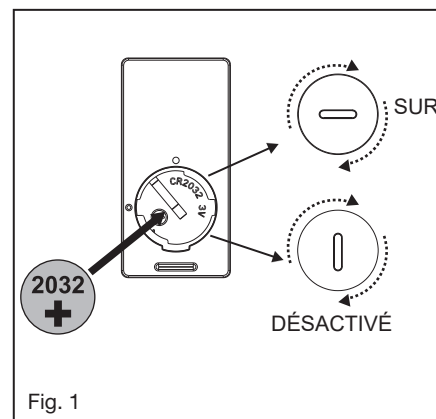

Fig. 1
- 1 Sélectionnez un emplacement souhaité. Utilisez la plaque murale pour marquer l'emplacement des trous de montage. Des ancrages muraux en plastique ou des vis de montage sont nécessaires pour cette application. (Fig. 1)
Votre moteur CC sans balais est équipé d'une télécommande de type à apprentissage automatique. Il n'y a pas de commutateurs de fréquence sur le récepteur ou l'émetteur. Le ventilateur peut commencer à fonctionner une fois le processus d'appariement terminé. Retirez le panneau de l'émetteur, puis installez une pile 2032 (incluse). Vous devez utiliser une pièce de monnaie pour ouvrir ou fermer le couvercle de la batterie. Pour éviter d'endommager l'émetteur, retirez la batterie si elle n'est pas utilisée pendant de longues périodes (Fig. 1)